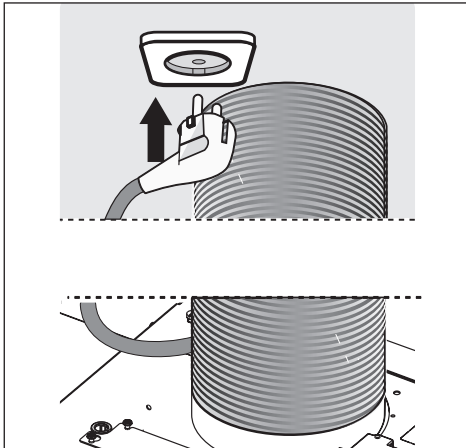

Fig.12
- Effettuare il collegamento elettrico (fig.12).